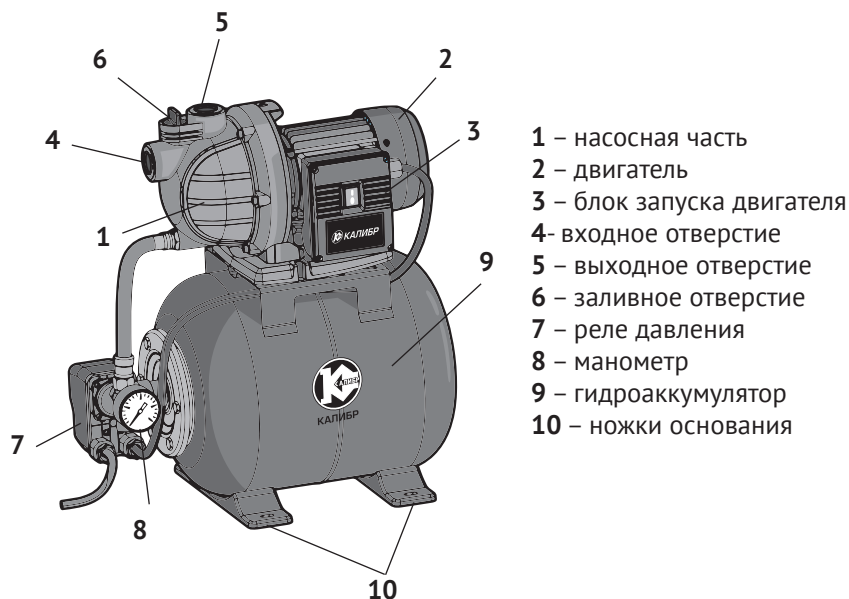
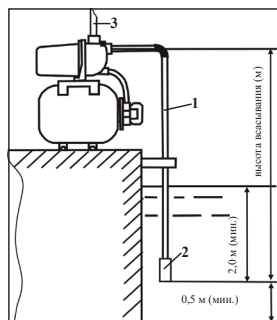

рис. 1
рис. 3
Станция состоит из гидроаккумулятора (рис.1 поз.9) и закреплённого на нём насоса с органами контроля (реле давления – рис.1 поз.7, манометр – рис.1 поз.8) и управления запуска двигателя (рис.1 поз.3).
Привод насоса станции осуществляется однофазным асинхронным двигателем переменного тока (рис.1 поз.2). На якорь двигателя крепится пластиковая крыльчатка. Вращающееся с высокой скоростью рабочее колесо (крыльчатка) через диффузор и трубку вентури повышает давление воды в гидроаккумуляторе до установленного, при котором реле давления (рис.1 поз.7) отключает насос. Таким образом в гидроаккумуляторе создаётся давление, необходимое для подъёма воды на нужную высоту. При расходе воды, давление в гидроаккумуляторе понижается. При понижении до установленного давления, реле давления включает двигатель насоса.
2.4 Общий вид станции представлен на рис.1
2.5 Двигатель (рис.1 поз.2) в металлическом корпусе и насос (рис.1 поз.1) в пластиковом корпусе закреплены сверху, на корпусе гидроаккумулятора (рис.1 поз.9). Насос приводится в действие асинхронным двигателем переменного тока. Подключение насоса к сети осуществляется кабелем питания со штепсельной вилкой с заземляющим контактом. Насосная часть станции имеет два отверстия (G1) для присоединения входной (рис.1 поз.4) и выходной (рис.1 поз.5) трубы (шланга). Сверху расположена заливная горловина (рис.1 поз.6) с пробкой. На блоке запуска (рис.1 поз.3) расположен выключатель двигателя. Он имеет два фиксированных положения: «I» - включено и «0» - выключено. Для работы насоса выключатель двигателя должен быть в положение «I» - включено.
4.3 Установить станцию на ровной твёрдой поверхности. Для уменьшения вибрации рекомендуется закрепить ножки основания (рис.1 поз.10). Станцию лучше всего расположить как можно ближе к скважине (колодцу) подачи воды.
4.4 Присоедините к входному отверстию всасывающую трубу (шланг) и опустите её в воду, как показано на рис.3.
Внимание! Для оптимальной работы станции на всасывающую трубу необходимо установить обратный клапан (рис.3 поз.2).
4.5 Смонтируйте и присоедините к выходному отверстию (рис.1 поз.5) напорную магистраль (рис.3 поз.3). Трубы должны крепиться на специальных подвесках, чтобы не оказывать давления на станцию. Соединение труб должно быть герметичным.